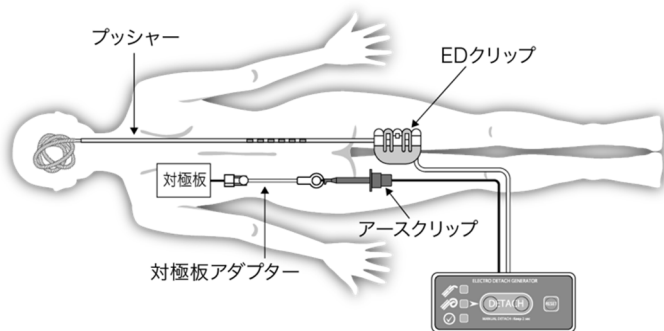
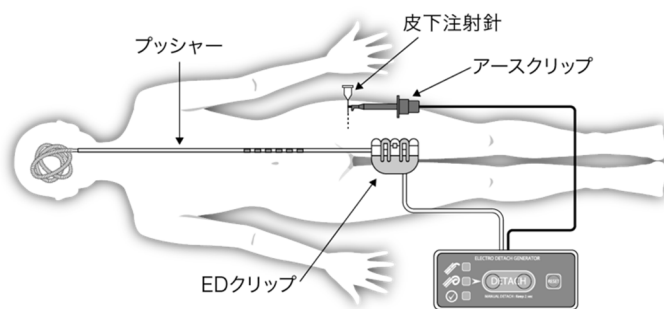

図4. 対極板を使用する場合の接続様式概略図
図5. 皮下注射針を使用する場合の接続様式概略図
- ② マイクロカテーテルのハブにYアダプターを取り付け、Yアダプターのサイドポートから加圧バックにより加圧されたヘパリン加生理食塩液を持続灌流させる。
- ③ マイクロカテーテルを目的の血管まで挿入する。
- ④ 離脱装置のPOWER ON リボンを引き抜き、電源を入れる。
- ⑤ 離脱装置に予め接続されている対極板アダプターと対極板のコードを接続する。(図4)
患者側アースに皮下注射針を使用する場合は、離脱装置のアースクリップ (黒) に予め接続されている対極板アダプターを外し、アースクリップ (黒) を皮下注射針に接続する。(図5)
4. (3)本品の挿入②において白金コイルとプッシャーが接触している場合は使用しないこと。〔白金コイルが患部に正常に留置されていない状態で緑ランプが点灯し、誤離脱させるおそれがある。〕
5. X 線透視下でマイクロカテーテルの第 2 マーカ―（手元側）とプッシャーの造影マーカ―後端が重なっているにも関わらず、離脱装置の赤ランプが緑ランプに変わらない場合は、図 4 又は図 5 の各接続部を確認すること。接続に異常が無い場合は、本品の不具合の可能性があるので、本品を交換すること。